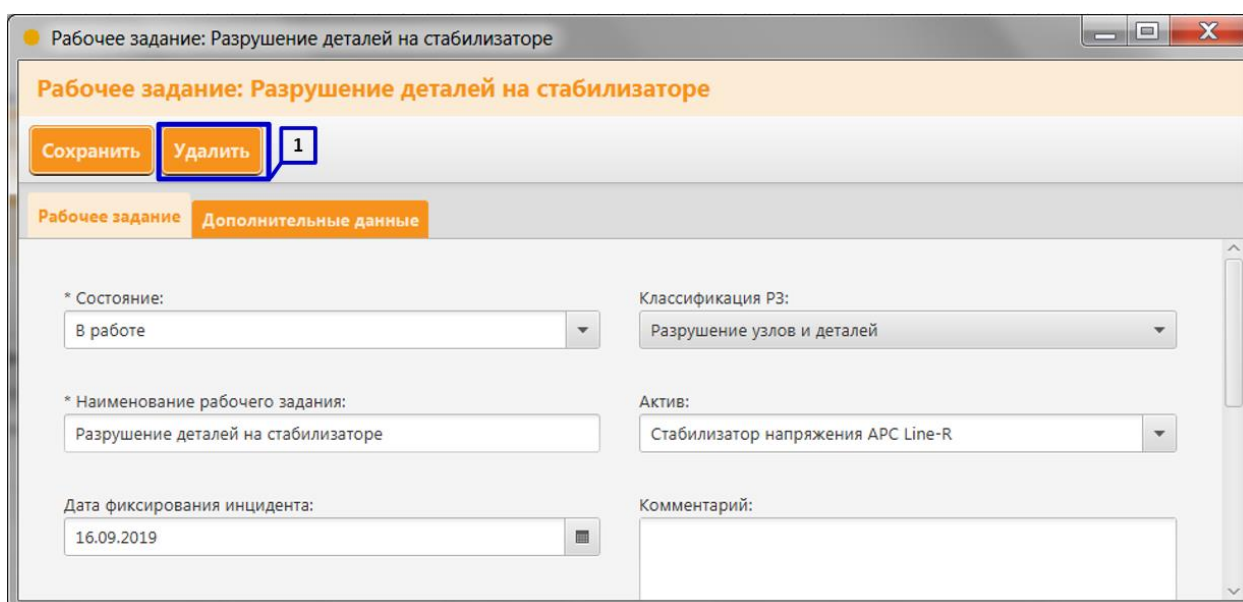

Рисунок 46. Удаление рабочего задания
21. Для того, чтобы удалить рабочее задание, откройте РЗ и нажмите на клавишу «Удалить» (Рисунок 46 пункт 1).